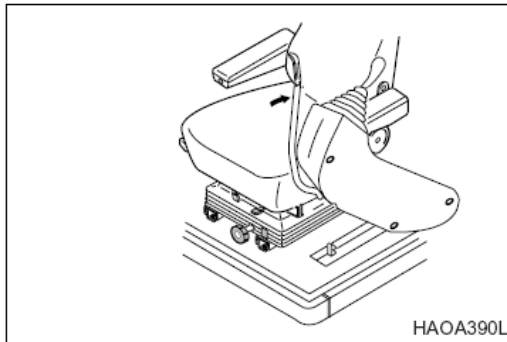

Figura 87
Cuando abandone el asiento del operador, deje la palanca de seguridad completamente hacia arriba (Figura 87), para evitar posibles riesgos si se mueven accidentalmente las palancas de mando..
2. Bloquee la palanca de seguridad (Figura 87).